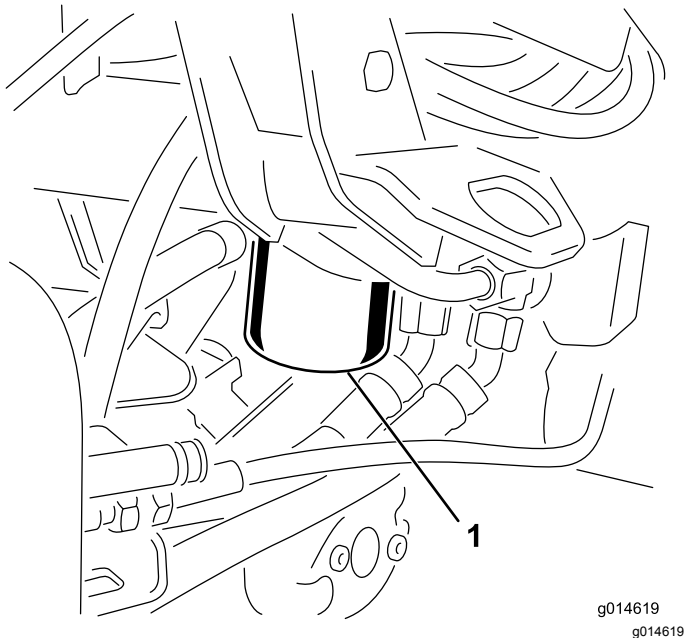

Figura 44
1. Limpe a zona em torno da montagem do filtro (Figura 44). Coloque um recipiente de escoamento debaixo do filtro e retire o filtro.